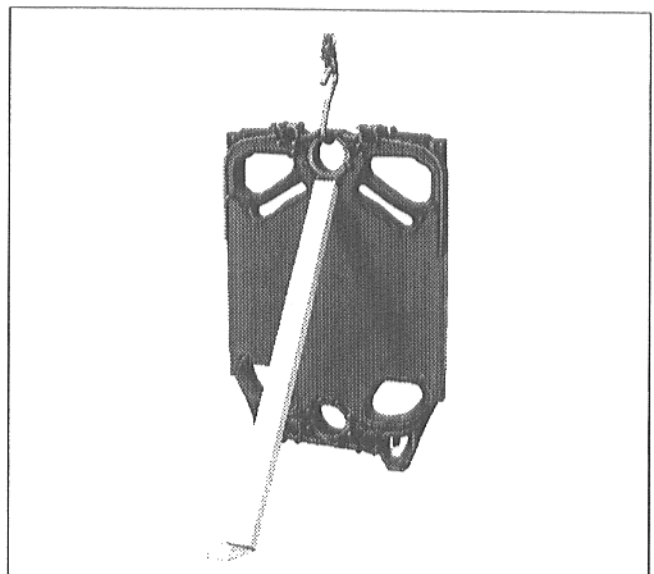

Abb. 9
- Hinterglied aufstellen, ausrichten und gegen Umkippen sichern (Abb. 9).